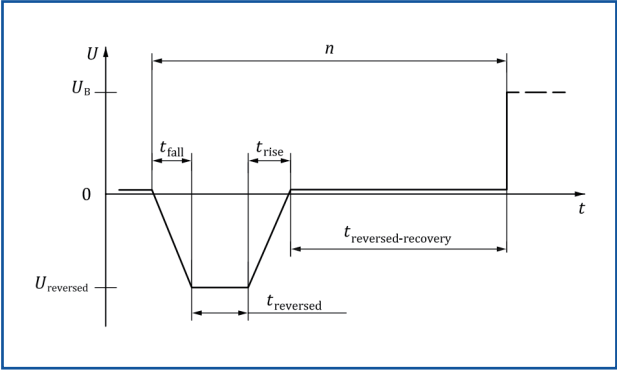

图17-反向电压测试用例2
- 在所有其他情况下，将测试电压 $U_{reversed}$ (见图17和表16)同时施加到被测件的所有相关输入(连接)，持续时间为(60±6)s。